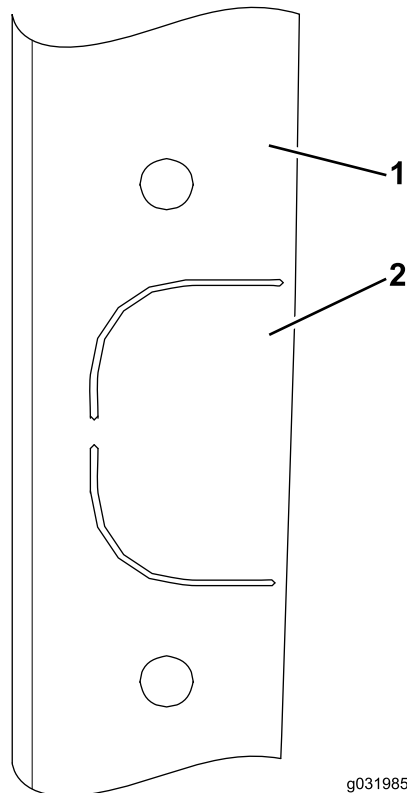

Figura 48
1. Utilize uma ferramenta de corte para retirar o recorte da placa lateral (Figura 48).